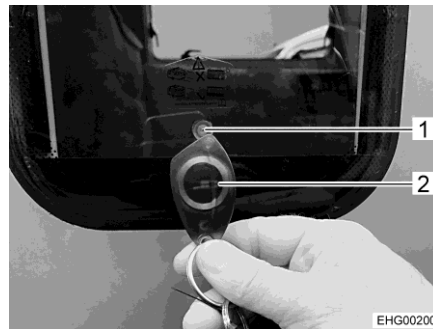

Bild 47 RFID-Chip
- RFID-Chip (Bild 47,2) außen an den Sensor (Bild 47,1) im unteren Bereich des Fensters halten.
- ▷ Wenn die Eingangstür über den RFID-Chip verriegelt oder entriegelt wird, leuchtet am Sensor (Bild 47,1) kurz eine LED auf.